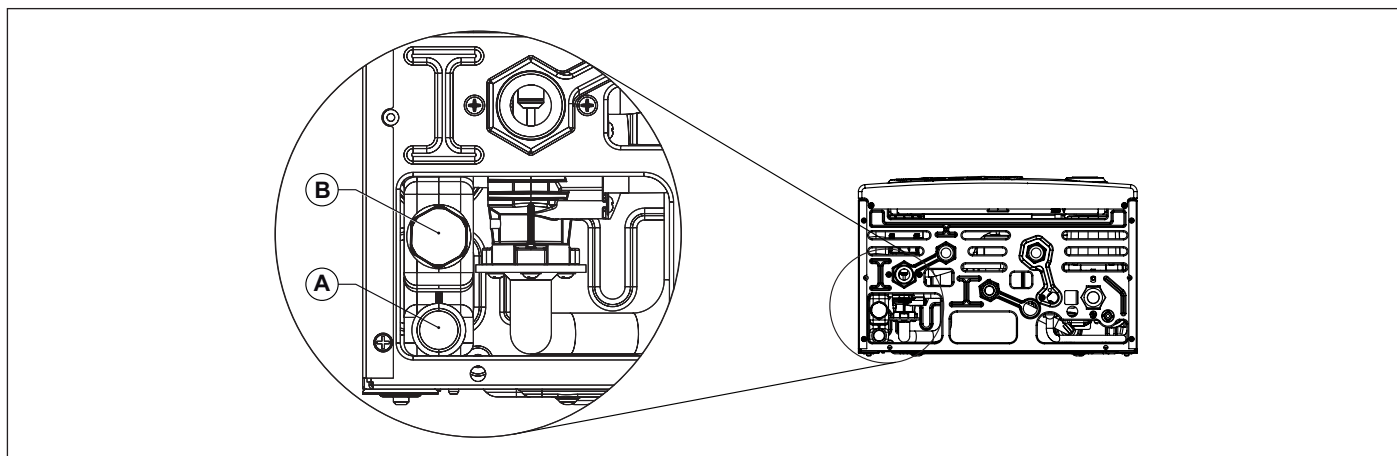

Fig. 17 Scarico condensa
Il sistema di scarico della condensa deve essere collegato all'apposito collegamento (A) predisposto in caldaia (vedi Fig. 17 Scarico condensa).